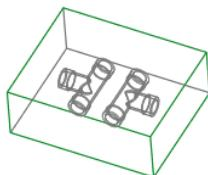
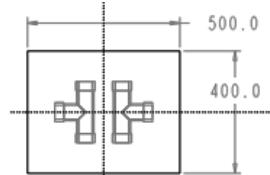

图 15.4 创建坯料
图 15.5 截面草图
Step4. 创建图 15.4 所示的坯料特征。
(1) 选择命令。单击 **模具** 功能选项卡 **形状** ▾ 区域中的 **拉伸** 按钮。
(2) 创建实体拉伸特征。
① 定义草绘截面放置属性。在绘图区中右击，从系统弹出的快捷菜单中选择 **定义内部草绘...** 命令。然后选择 **MAIN_PARTING_PLN** 基准平面作为草绘平面，草绘平面的参考平面为 **MOLD_RIGHT** 基准平面，方位为 **右**，单击 **草绘** 按钮，系统至此进入截面草绘环境。
② 进入截面草绘环境后，选取 **MOLD_RIGHT** 基准平面和 **MOLD_FRONT** 基准平面为草绘参考，然后绘制图 15.5 所示的截面草图。完成截面草图的绘制后，单击“草绘”操控板中的“确定”按钮 。